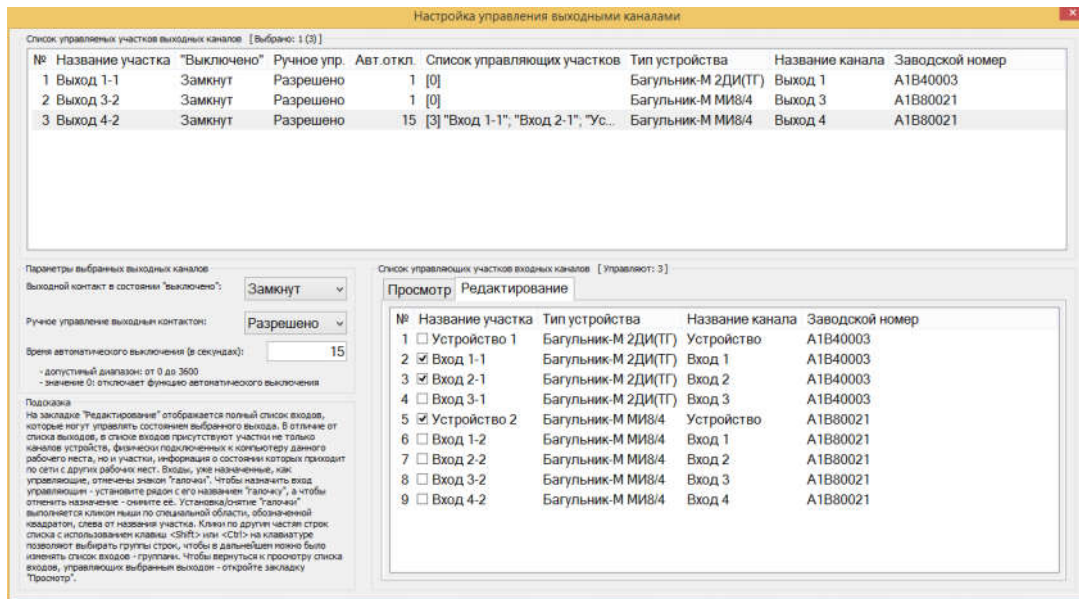

Рис. 12
- Список управляющих участков входных каналов. В окне отображаются каналы, при переходе одного или нескольких их них в тревожное состояние соответствующий выход переходит в состояние «включен». Для канала «Устройство» нормальным является состояние «норма», остальные состояния считаются тревожными. Для канала типа «Вход» нормальными являются состояния «норма» и «снят с охраны», остальные состояния считаются тревожными. Более подробно о состоянии каналов см. пункт 10. Для выбора необходимых управляющих каналов выберите закладку «Редактирование» и поставьте «галочки» напротив нужных управляющих каналов (Рис. 12)